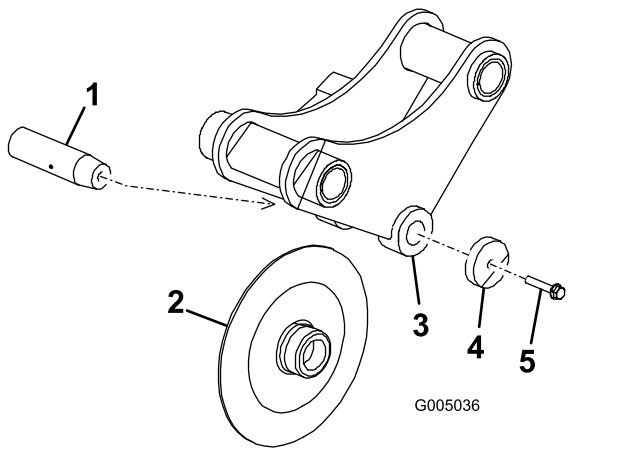

Figura 15
1. Estraete le viti del perno del vomere di circa 1,3 cm, quindi colpitelo ripetutamente con un martello per allentare il perno (Figura 15).
2. Estraiete completamente la vite del perno del vomere, la rondella, il vomere e il perno del vomere (Figura 15).
3. Inserite il vomere nuovo nell'apposita staffa (Figura 15).
4. Inserite il perno del vomere facendolo passare attraverso la staffa e il vomere stesso, quindi fissatelo con l'apposita vite e la rondella (Figura 15).